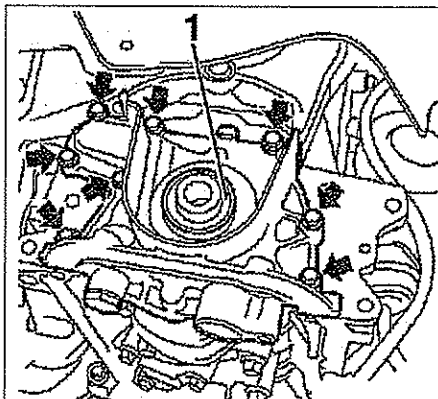

FIG. 17
- Desmontar el cárter de bomba de aceite y recuperar la junta de estanqueidad (1) (fig. 17).